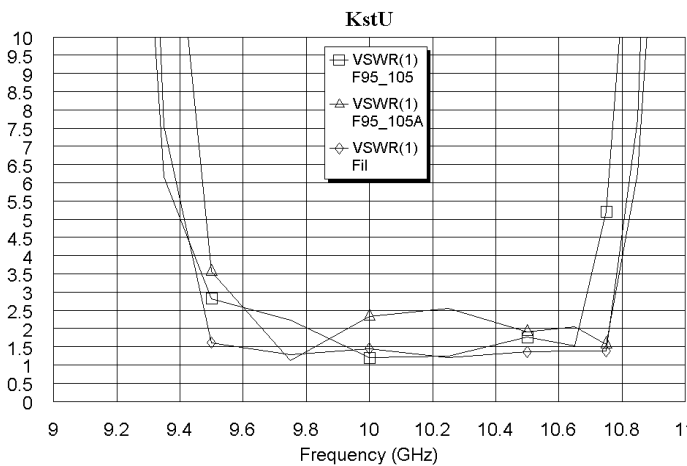

Рис. 3.77
14. Для дальнейшей отработки топологии лучше перейти к графику стоячей волны. Щёлкните по значку **New Graph** и создайте график с именем **KstU**. Щёлкните правой кнопкой мышки по этому имени в левом окне проекта и выберите **Add Measurement**. В области **Meas. Type** выберите **Linear**, в области **Measurement** выберите **VSWR**, в поле **Data Source Name** введите **All Source**, в поле **Port Index** установите **1**, снимите “галочку” в **dB**, нажмите **Apply** и **OK**. Щёлкните по значку **Analyze** на панели инструментов. Щёлкните правой кнопкой по графику и выберите **Properties**. Для оси x снимите “галочки” в **Auto limits** и **Auto divs**. В поле **Min** введите **9**, в поле **Max** введите **11**, в поле **Step** введите **0.2**. Для оси **Left 1** снимите “галочки” в **Auto limits** и **Auto divs**. В поле **Min** введите **0**, в поле **Max** введите **10**, в поле **Step** введите **0.5**. График **KstU** показан на рис. 3.77.